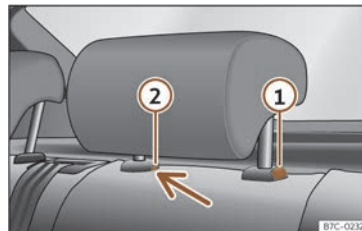

**Fig. 101** Appui-tête arrière : démontage.
- Appuyez sur la touche » fig. 101 ①, en appuyant en même temps sur l'orifice de sécurité ② avec un tournevis plat de 5 mm de largeur maximum et retirez l'appui-tête.